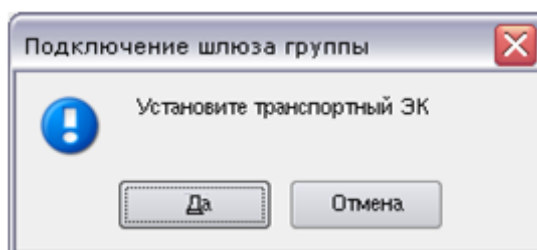

Рисунок 24 – Сообщение о необходимости установить транспортный ЭК
7. **Подключение шлюза АГ** – кнопка **Подключить шлюз группы**. Выполняется включение АРМ Администратора другой АГ в состав текущей АГ (должны входить в одну серию). Нажать кнопку **Подключить шлюз группы** – на экран выводится сообщение (Рисунок 24):